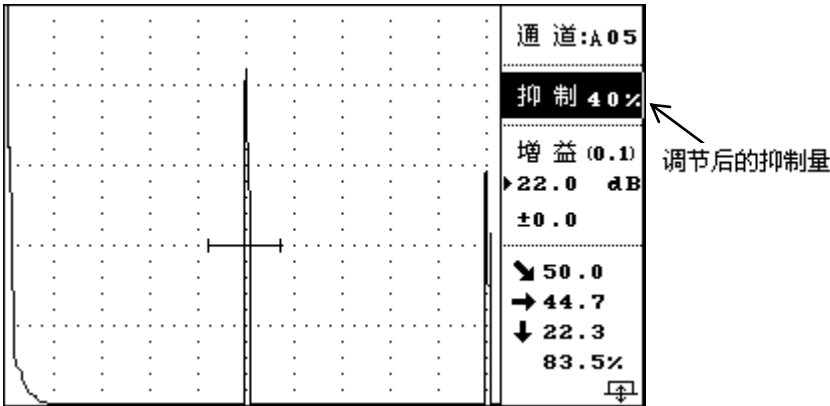

图 2-2-7
- ② 按 **←** **→** 键或转动旋钮，调节抑制量，所显示的百分数即为抑制杂波的高度。最大抑制量为 80%。例如：图 2-2-7 为抑制量 40% 的波形图。